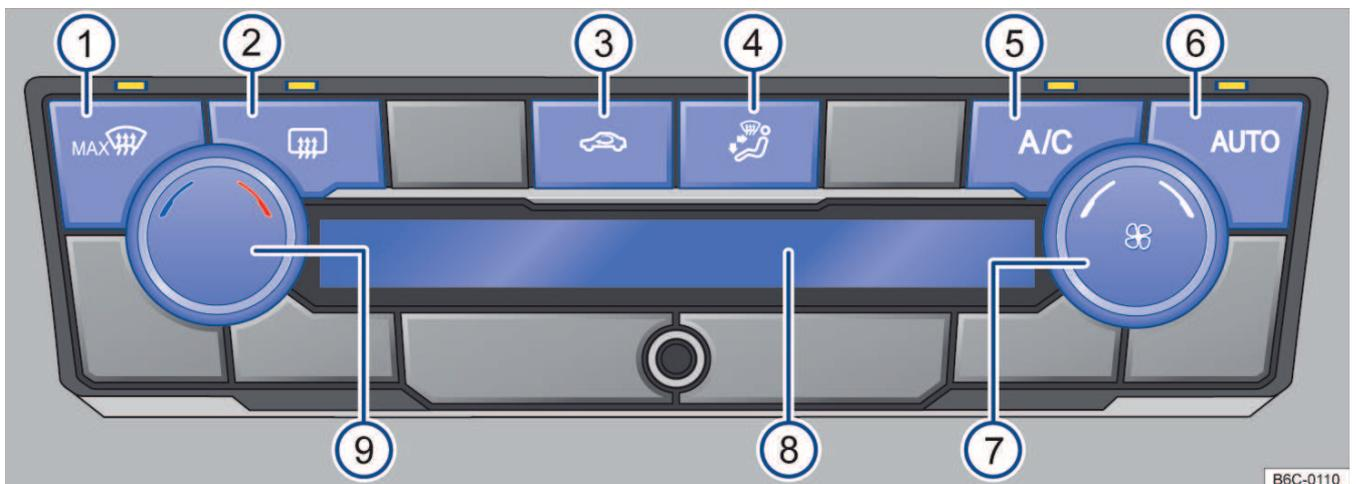

Fig. 85 Comandos do Climatronic.
- *Climatronic*: girar o regulador do ventilador para a esquerda até o batente → Fig. 85 (7)
Com o botão  → Fig. 85 (6) é possível ligar e desligar o modo automático do Climatronic.
- *Climatronic*: girar o regulador rotativo esquerdo → Fig. 85 (9).
No display do Climatronic → Fig. 85 (8) é indicada a temperatura ajustada.
- *Climatronic*: girar o regulador do ventilador → Fig. 85 (7).
- *Climatronic*: pressionar o botão → Fig. 85 (4) para posição desejada, a distribuição selecionada será indicada no display (8).
- *Climatronic*: pressionar o botão  → Fig. 85 (1).